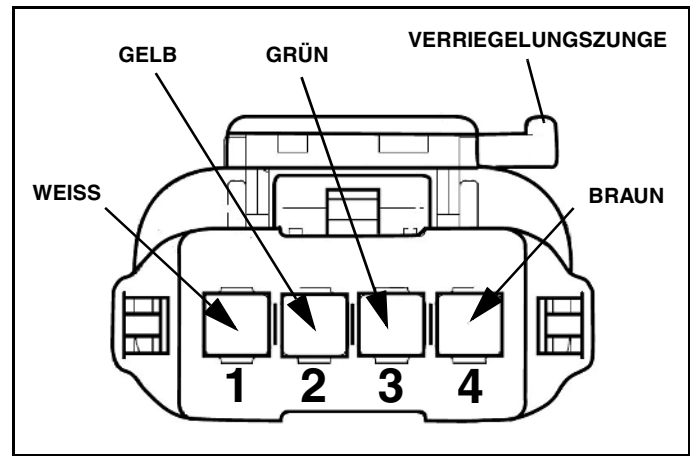

Abb. 1-11
9. Entfernen Sie die blaue Steckerstiftarretierung aus der Buchse. Drücken Sie die Steckerstifte am Ende jeder der vier Leitungen in die Rückseite der Buchse (das Ende mit der eingelassenen hellblauen Dichtung). (Siehe Abb. 1-11 für die Steckerstiftbelegung.)
10. Überprüfen Sie die Leitungsanordnung durch Anschluss des ProControl II™-Kabels. Wenn die Leitungsfarben nicht übereinstimmen, überprüfen Sie die Steckerstiftbelegung anhand von Abb. 1-11.